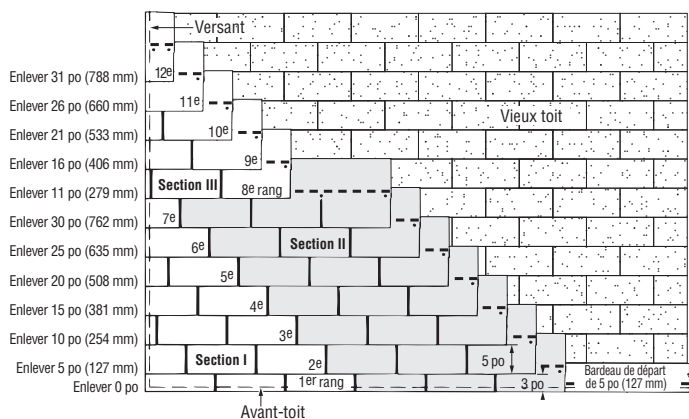

Figure 10-21 : Cinq en diagonale, douze à la verticale, imbriqué.
PREMIER RANG : Le premier rang est composé de bardeaux de 10 po par 36 po (25 cm par 91 cm) fabriqués en retranchant 2 po (5 cm) du bas des jupes de bardeaux ordinaires. Aligner le bord supérieur des bardeaux de façon à ce qu'il appuie contre les jupes des bardeaux de l'ancien troisième rang (figure 10-21).
1. Pour débiter le deuxième rang, retrancher 5 po (12,7 cm) du côté gauche d'un bardeau et aligner le bord supérieur à égalité avec le bord du bardeau de l'ancien quatrième rang (figure 10-21).
1. Pour débiter le huitième rang, retrancher 11 po (28 cm) du côté gauche d'un bardeau et poser la pièce de 25 po (63,5 cm) par-dessus le bardeau du septième rang, en ligne avec le bord gauche du bardeau du septième rang (figure 10-21).